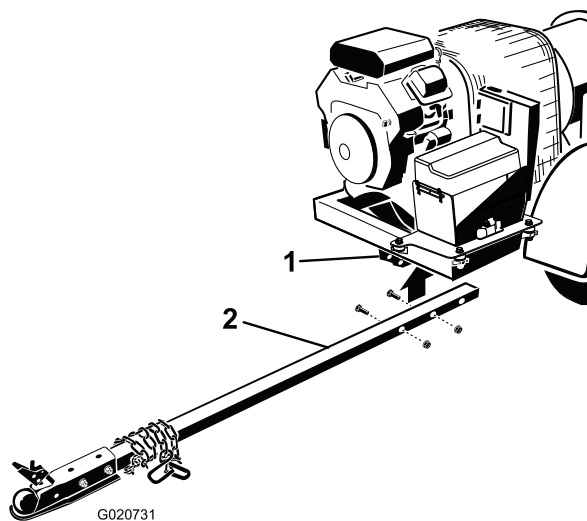

Figura 6
2. Inserite il tubo dell'attacco di traino nelle staffe del telaio (Figura 6). Fissate il tubo al telaio con 2 bulloni (3/8 x 3 pollici) e dadi flangiati (3/8 pollice).